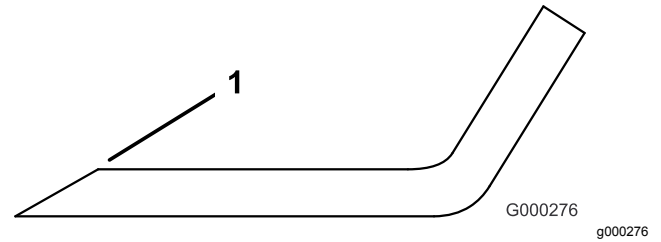

Figura 133
4. Afilelos si están romos o tienen mellas (Figura 133).